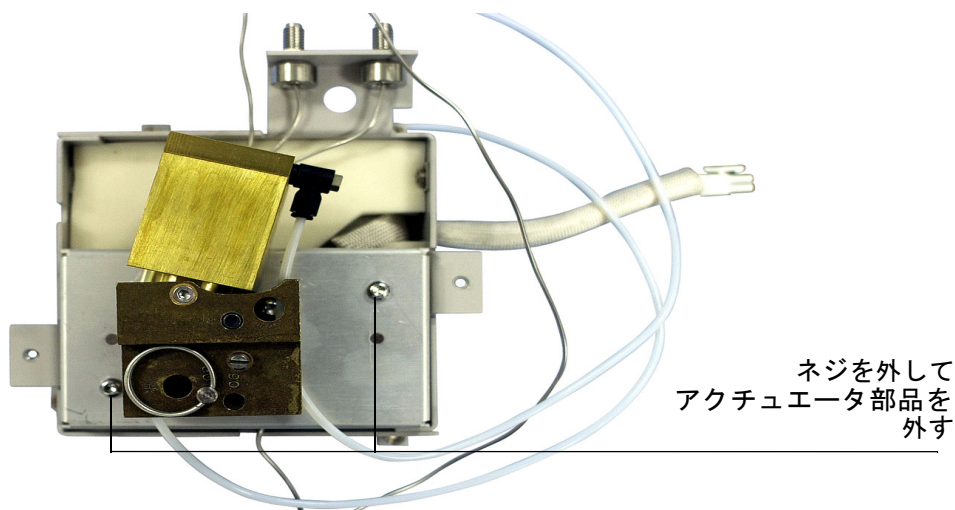

図 19. バルブボックスからバルブアクチュエータ部品を外す
4. アクチュエータ部品をバルブボックスに固定している 2 本のネジを外し、アクチュエータをバルブ本体から持ち上げます。図 19 を参照してください。